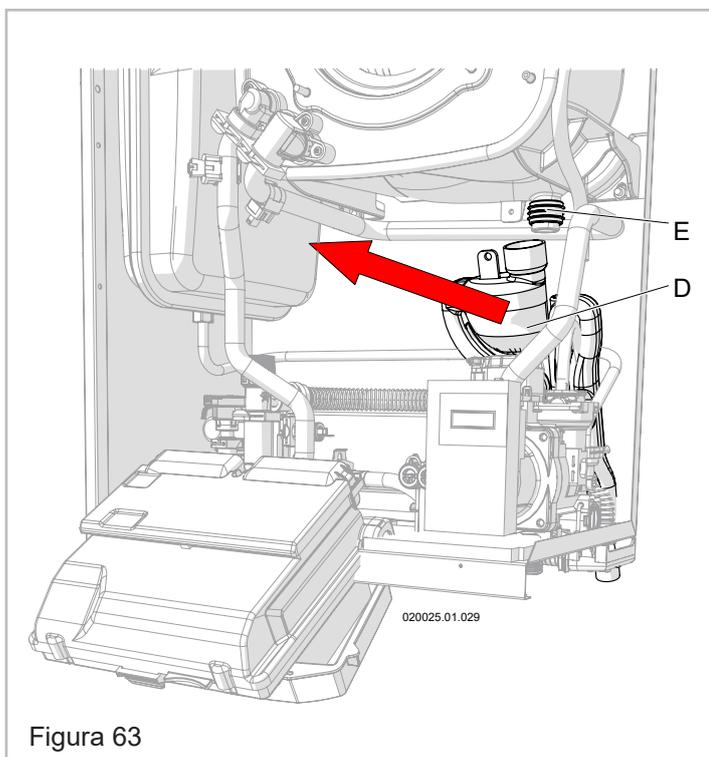

Figura 63
6. - Extraiga hacia abajo el depósito "D" teniendo cuidado porque está lleno de agua de condensado y podría derramarse (Figura 63);
7. - Extraiga el sifón (Figura 63) asegurándose de desacoplar los tubos de recogida del agua procedente de la parte superior del aparato y de la válvula de purga de aire;